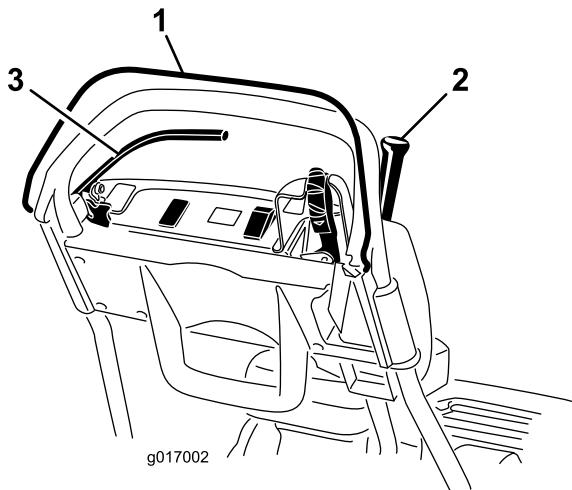

Figura 28
3. Com o CPO solto, tente acionar a alavanca de tração (Figura 28). A alavanca de tração não se deve acionar. Se a alavanca de tração se acionar, o interruptor de segurança precisa de assistência. Corrija o problema antes da utilização. Consulte Manutenção dos interruptores de segurança de tração \(página 31\).
4. Com o CPO carregado e a alavanca de tração acionada, solte o CPO (Figura 28). A alavanca de tração deve deixar de ficar acionada. Se a alavanca de tração não deixar de ficar acionada, o interruptor de segurança precisa de assistência. Corrija o problema antes da utilização.
5. Com o CPO carregado e a alavanca de mudanças para a esquerda, ative a tração e a transmissão do cilindro, solte o CPO (Figura 28). A alavanca de tração deve deixar de ficar acionada. Se a alavanca de tração não deixar de ficar acionada, o interruptor de segurança precisa de assistência. Corrija o problema antes da utilização. Consulte Manutenção dos interruptores de segurança de tração \(página 31\), (página) ou Ajuste o controlo do cilindro \(página 35\).
6. Com o CPO carregado e a alavanca de mudanças para a esquerda para ativar a tração e a transmissão do cilindro, move a alavanca de mudanças para a direita para desativar a transmissão do cilindro (Figura 28). A transmissão do cilindro deve deixar de ficar acionada. Se a alavanca de tração não deixar de ficar acionada, o interruptor de segurança precisa de assistência. Corrija o problema antes da utilização. Consulte Ajuste o controlo do cilindro \(página 35\).
2. Com o CPO carregado, a alavanca de tração acionada e os controlos do motor na posição de arranque (Figura 28). Tente pôr o motor a funcionar. O motor não deverá entrar em funcionamento. Se o motor arrancar, terá que inspecionar o interruptor de segurança. Corrija o problema antes da utilização. Consulte Manutenção dos interruptores de segurança de tração \(página 31\).
2. Com a alavanca de tração acionada, o travão de serviço acionado e os controlos do motor na posição de arranque (Figura 28). Tente pôr o motor a funcionar. O motor deve arrancar. Se o motor não arrancar, o interruptor de segurança precisa de assistência. Corrija o problema antes da utilização. Consulte Manutenção do interruptor de segurança do travão \(página 32\).
3. Com o motor a trabalhar, acione o travão de serviço (não o travão de estacionamento), carregue no CPO e acione a alavanca de tração (Figura 28). O motor deve trabalhar para se sobrepor ao travão, mas não desligar-se automaticamente. Se o motor se desligar imediatamente, o interruptor de segurança precisa de assistência. Corrija o problema antes da utilização. Consulte Manutenção do interruptor de segurança do travão \(página 32\).
4. Com o motor a trabalhar, acione o bloqueio do travão de estacionamento, carregue no CPO e acione a alavanca de tração (Figura 28). O motor deverá desligar-se automaticamente. Se o motor não se desligar automaticamente, o interruptor de segurança precisa de assistência. Corrija o problema antes da utilização. Consulte Manutenção do interruptor de segurança do travão (página 32).